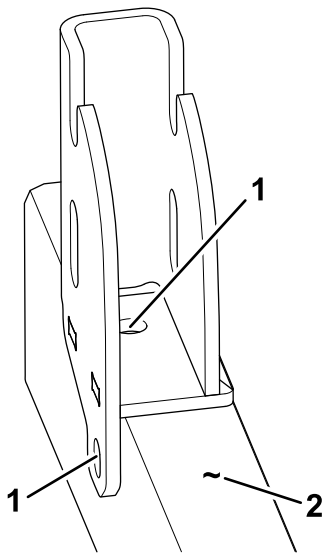

Figura 3
2. Utilizando el soporte del asidero como plantilla, realice marcas a través de los taladros en el larguero del bastidor (Figura 3).
3. Realice taladros en las ubicaciones marcadas con una broca (9/32"), tal y como se muestra en la Figura 3.